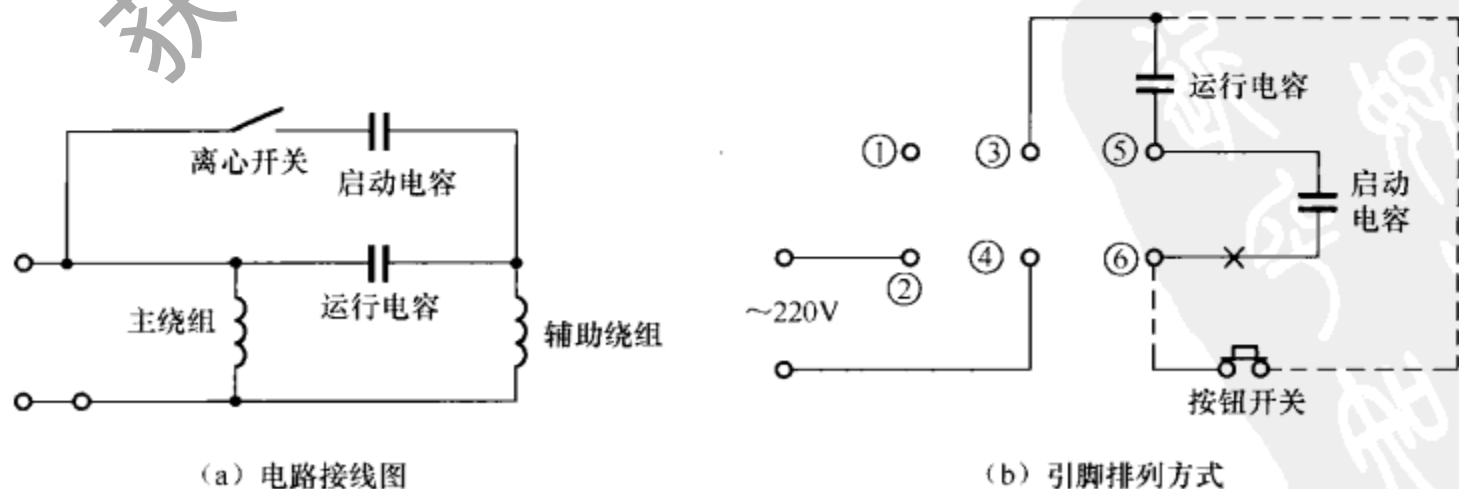

图 3-8 脱粒机电动机离心开关电路接线图和引脚排列方式
**分析与检修:**从维修经验分析,导致该故障的原因一般是离心开关开路。该单相电动机离心开关电路接线如图3-8(a)所示,其外部引脚排列方式如图3-8(b)所示。检修时,测量电动机的接线柱⑤与⑥之间是否连通,如不通,则说明离心开关开路。